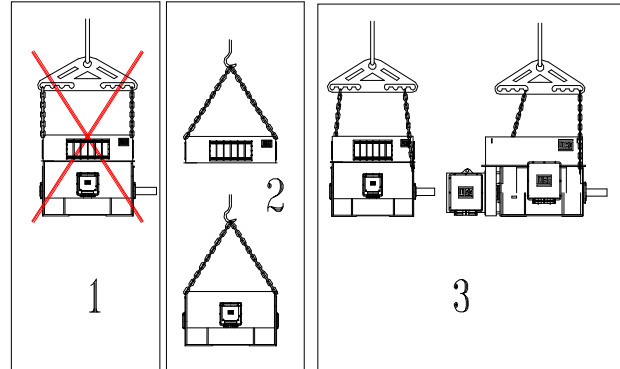

Abbildung 3.1: Motorhandling
- Der Motor ist zu transportieren, wie in Abbildung 3.1, Positionen 2 und 3, dargestellt ist;
- Liegt der Schwerpunkt nicht mittig zwischen den Hebeösen, versuchen Sie eine der Methoden, die in Position 3 der Abbildung 3.1 dargestellt sind;